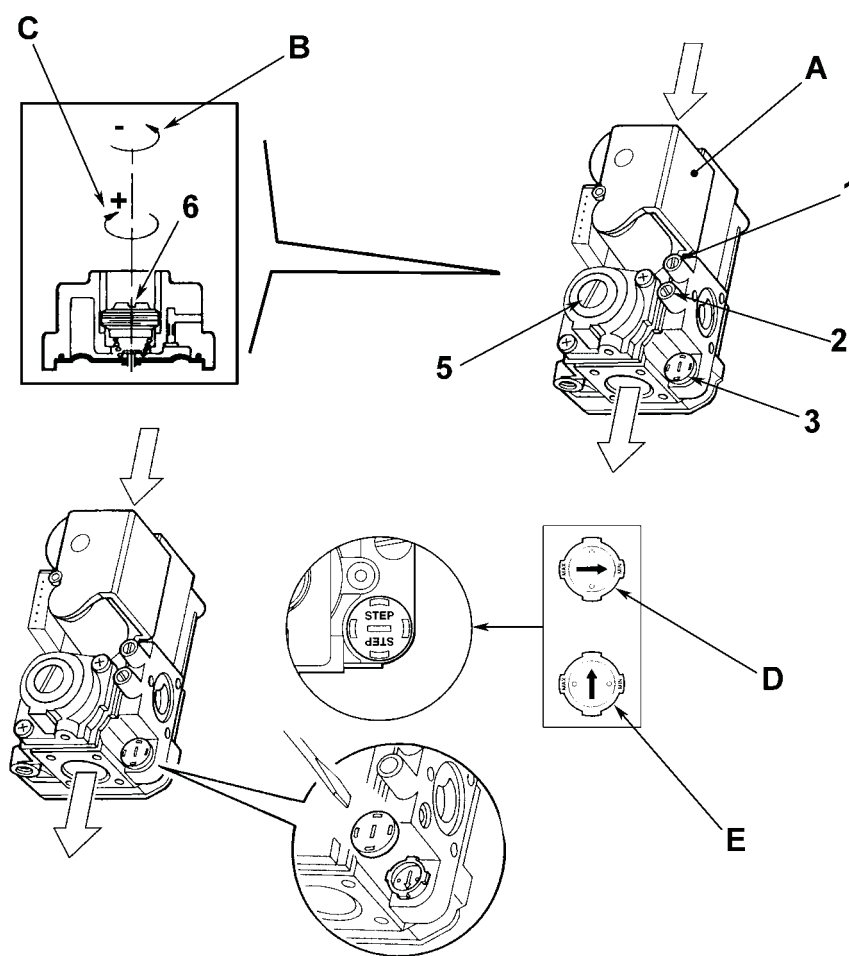

рис. 19 - Переналадка котла на другой вид газа
На котле PEGASUS D K 130 можно регулировать тепловую производительность топки и, следовательно, тепловую мощность, передаваемую воде системы отопления; это делается исключительно путем регулировки основной горелки с помощью газового вентиля (см. рис. 19). На графиках, приведенных в параграфе сар. 4.2 "Сопротивление системы", показано изменение передаваемой воде тепловой мощности в зависимости от изменения рабочего давления горелки. Возможность приведения мощности котла в соответствие с реальными потребностями отопления означает, прежде всего, снижение потерь и экономию топлива. Кроме того, при регулировке мощности, регламентированной также стандартом, котлы сохраняют значения КПД и характеристики сгорания почти без изменений.
1. С помощью небольшой отвертки снимите защитный колпак 5 вторичного привода газового вентиля рис. 19.
2. Подключите манометр к клемме давления 2 (рис. 19), расположенного после газового вентиля, затем переведите ручку термостата котла на максимум.
3. Регулируйте давление с помощью винта 6 (рис. 19) на желаемое значение, руководствуясь диаграммами, приведенными в параграфе сар. 4.2 "Сопротивление системы".
2. Снимите с газового вентиля маленький защитный колпак 3 (рис. 19). С помощью маленькой отвертки регулируйте "СТУПЕНЬ" розжига на основании выбранного для работы газа (G20 или G31); установите защитный колпачок на место.
- Спустите воздух из газопроводных труб через штуцер отбора давления 1 газового вентиля (рис. 19).